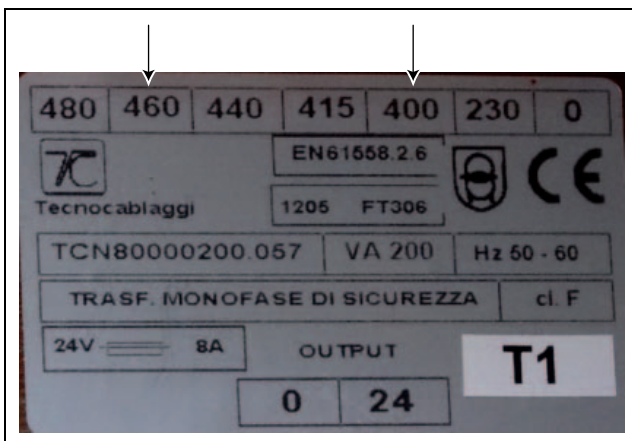

Fig. 21: Collegamento del trasformatore
- Rimuovere tale collegamento sul circuito primario e predisporlo a una tensione di 460 V (fig. 21).